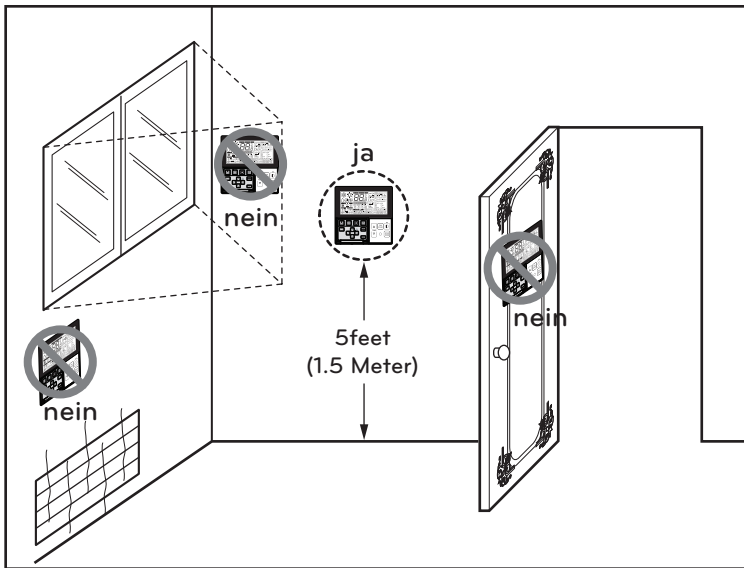

Abb. 1, Typische Montageorte für die Fernbedienung
- Diese Fernbedienung besitzt eine LED-Anzeige mit sieben Segmenten. Damit die Anzeige der Fernbedienung gut sichtbar ist, sollte sie so montiert werden, wie in der Abbildung 1 gezeigt. (Die normale Höhe beträgt 1,2 bis 1,5 m über dem Boden)